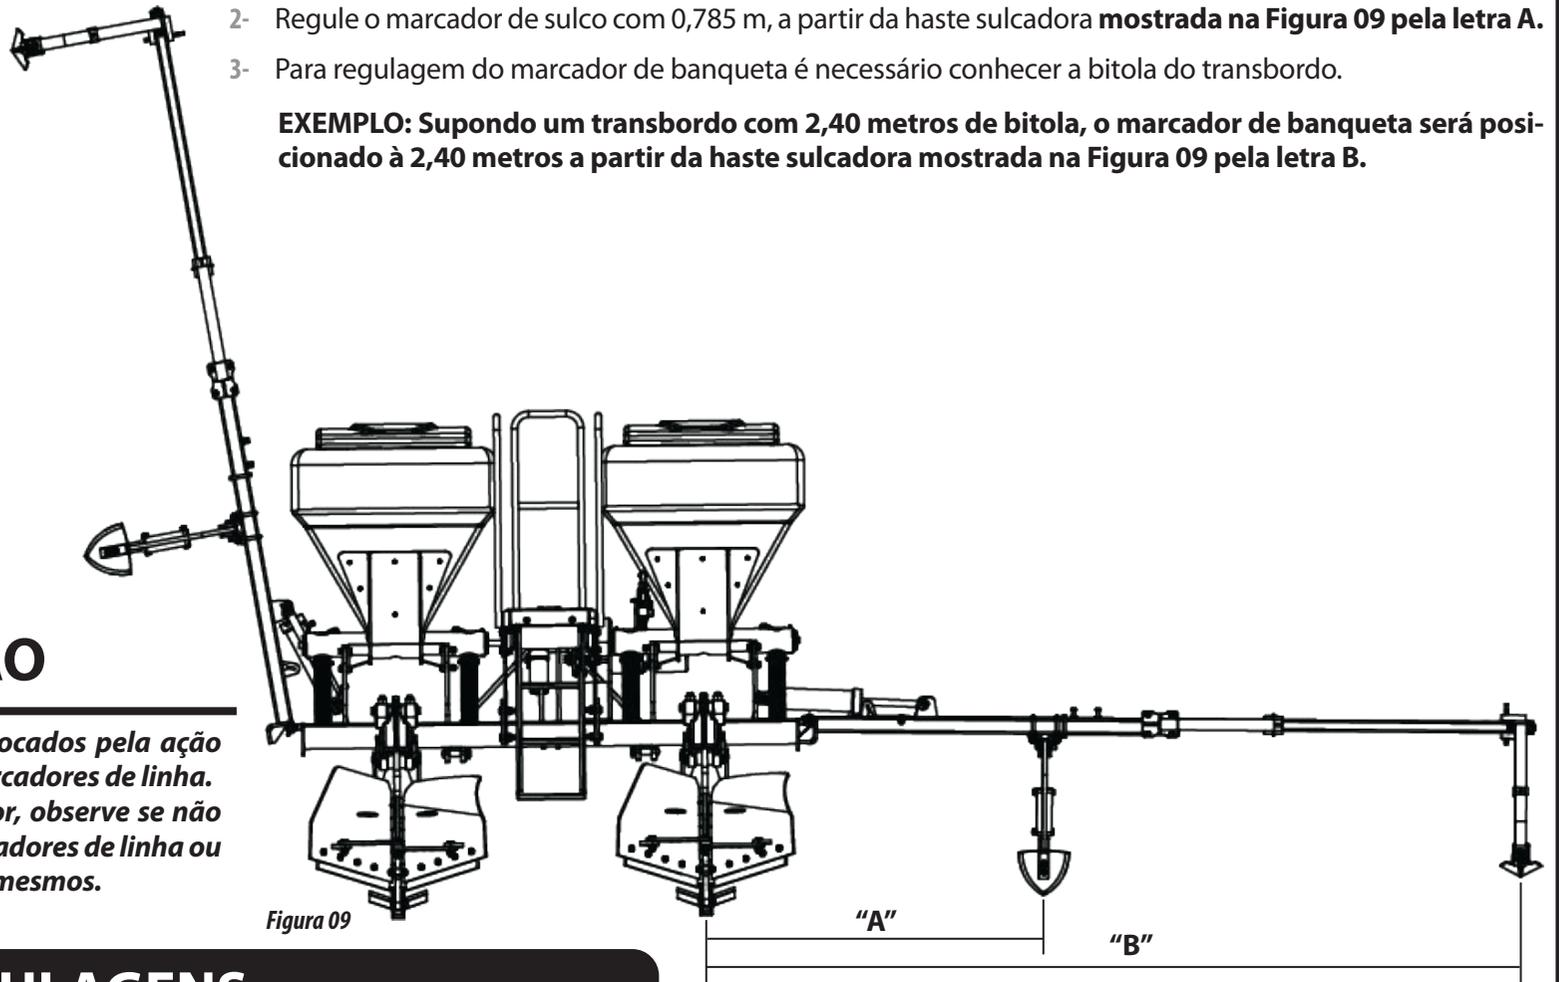

Figura 09
**REGULAGEM DOS MARCADORES DE SULCO E BANQUETA ( FIGURA 09 )**